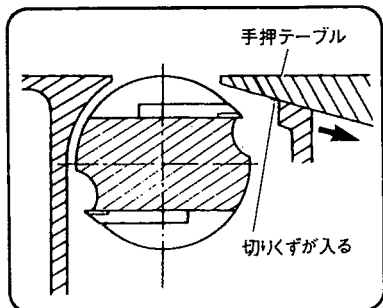

図 48
- (5) 手押テーブル摺動部の切りくずを取り除いてください。この場合、切り込みノブ（図 11 参照）をまわし、下限まで下げると効果的です。（図 48）